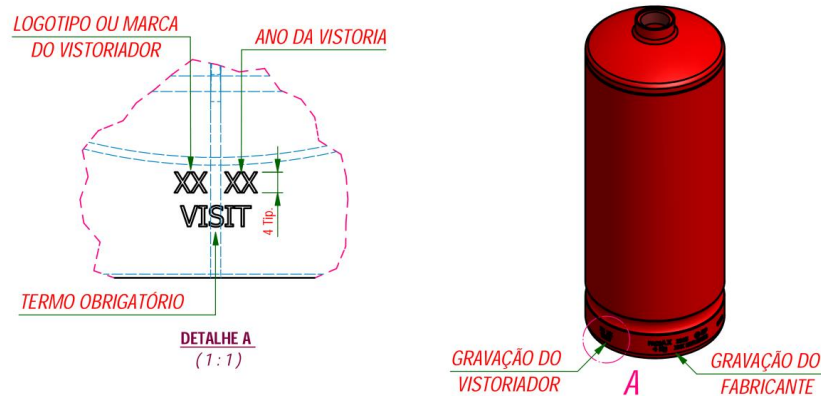

Figura 11 - Referência de Marcação de Vistoria
- Com o extintor já limpo, devem-se puncionar os dados do teste hidrostático, preferencialmente em uma área onde não esteja sujeita à pressão, como por exemplo, na base de apoio do recipiente, conforme indicação na Figura 11.